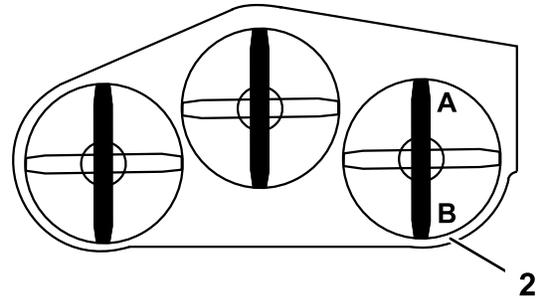

Bild 78
1. Stellen Sie das rechte Schnittmesser in Längsrichtung (Bild 78).
2. Messen Sie das rechte Messer an der Stelle **A** von einer ebenen Oberfläche bis zur Schnittkante der Messer (Bild 78).
4. Messen Sie das rechte Messer an der Stelle **B** von einer ebenen Oberfläche bis zur Schnittkante der Messer (Bild 78).
6. Das Schnittmesser sollte an Stelle **A** 6 bis 10 mm niedriger sein als an Stelle **B** (Bild 78). Sollte die Einstellung nicht richtig sein, machen Sie mit den folgenden Schritten weiter.